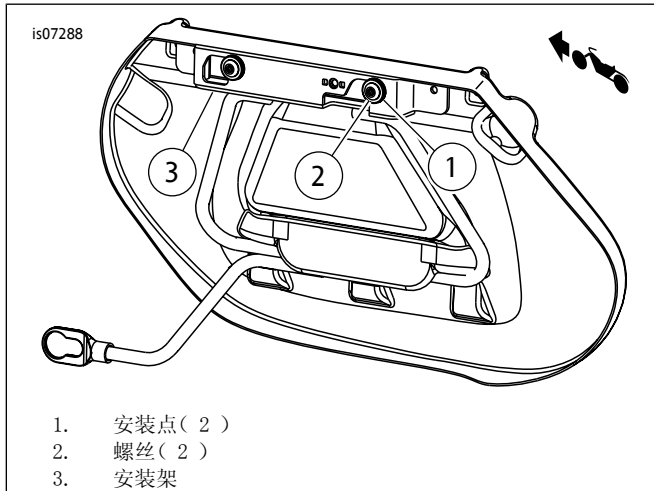

图2. 标记钻孔位置
- d. 参见图2。将对接点插入安装架。将螺丝穿过对接点( 8 )和边箱以正确定位支架。